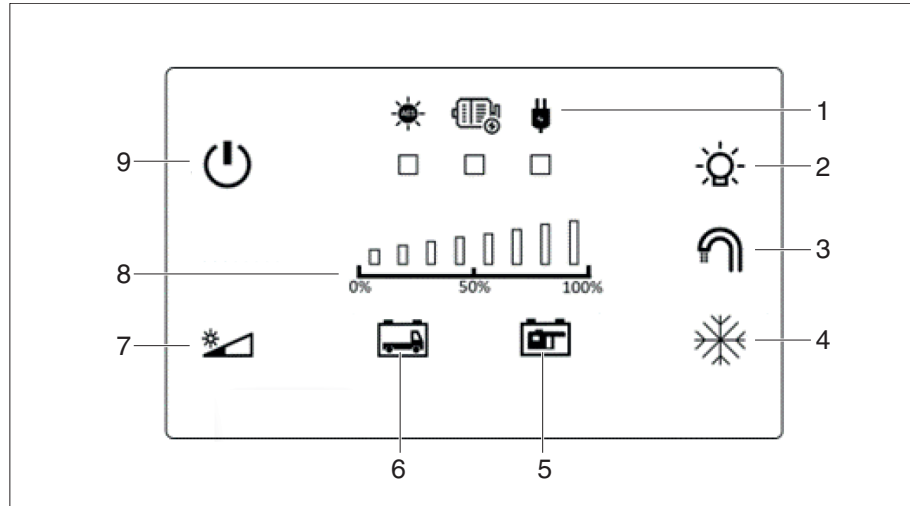

Fig. 58 Pannello di controllo D110
Il pannello di controllo utilizza i LED di segnalazione (Fig. 58,1) per indicare quale fonte di alimentazione viene utilizzata per caricare la batteria dell'abitacolo.
Il tasto Power (Fig. 58,9) serve all'accensione/spegnimento del pannello di controllo. L'illuminazione è impostata di default su una luminosità media e può essere regolata manualmente premendo semplicemente il tasto per la regolazione della luminosità (Fig. 58,7). Indipendentemente dal livello di luminosità impostato, l'illuminazione viene attenuata quando è inattiva e riattivata premendo un tasto qualsiasi. Si mantiene l'ultimo livello di luminosità utilizzato. Il tasto per la regolazione della luminosità (Fig. 58,7) si illumina sempre di giallo, tranne che in modalità notturna.
Tenendo premuto il tasto per la regolazione della luminosità (Fig. 58,7), il pannello di controllo passa alla modalità notturna. Solo il tasto per la regolazione della luminosità è illuminato debolmente in rosso per evitare di confondersi con un pannello di controllo spento.
Se la tensione della batteria è molto bassa, i tasti (Fig. 58,5) e (Fig. 58,6) del pannello di controllo lampeggiano.
- Azionare il tasto di controllo (Fig. 58,5).
Lo stato di carica della batteria associata viene visualizzato sul LED di controllo (Fig. 58,8).
Se la tensione della batteria di avviamento è molto bassa, il tasto di controllo corrispondente (Fig. 58,6) sul pannello di controllo lampeggia in bianco. Se il veicolo è collegato all'energia solare o alla rete elettrica, la scatola elettrica assicura che la batteria di avviamento rimanga carica. Per caricare completamente la batteria, il veicolo deve essere in movimento in modo che la carica possa avvenire tramite l'alternatore.
Se la tensione della batteria dell'abitacolo è bassa, il tasto di controllo corrispondente (Fig. 58,5) sul pannello di controllo lampeggia in rosso. Se la batteria dell'abitacolo non viene caricata, la tensione della batteria continua a diminuire. Quando si raggiunge un valore critico per la batteria, interviene la protezione della batteria.